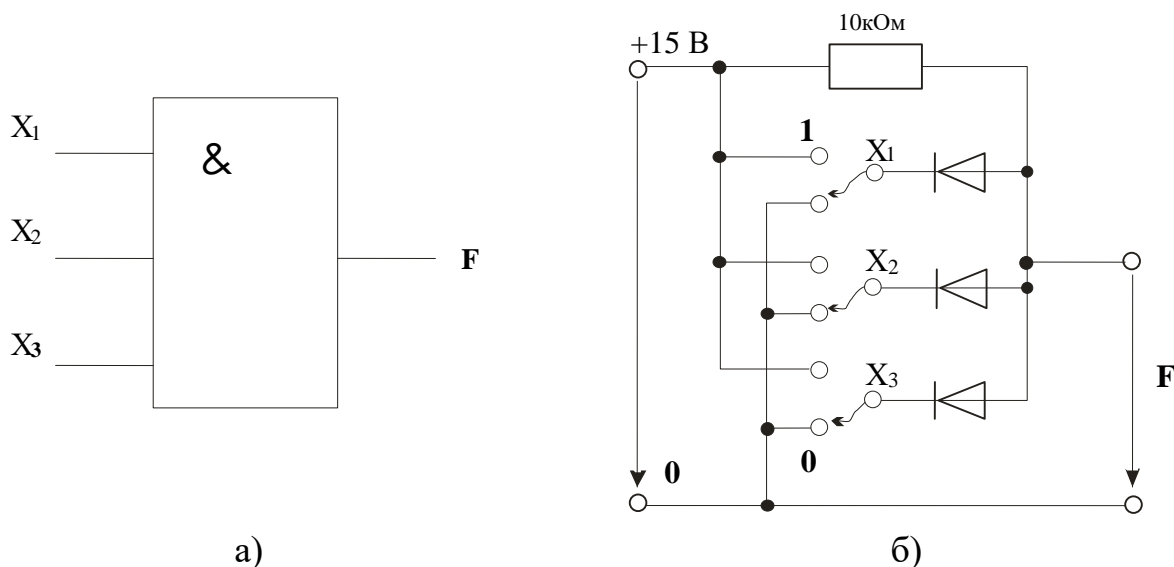

Рисунок 1 – Логический элемент AND с тремя входами
1.1. Соберите цепь согласно схеме (рис. 1, б). Подайте последовательно к входам x_1 , x_2 и x_3 , как указано в таблице 1: 0 В ≡ сигнал 0 ≡ уровень низкого потенциала, +15 В ≡ сигнал 1 ≡ уровень высокого потенциала.